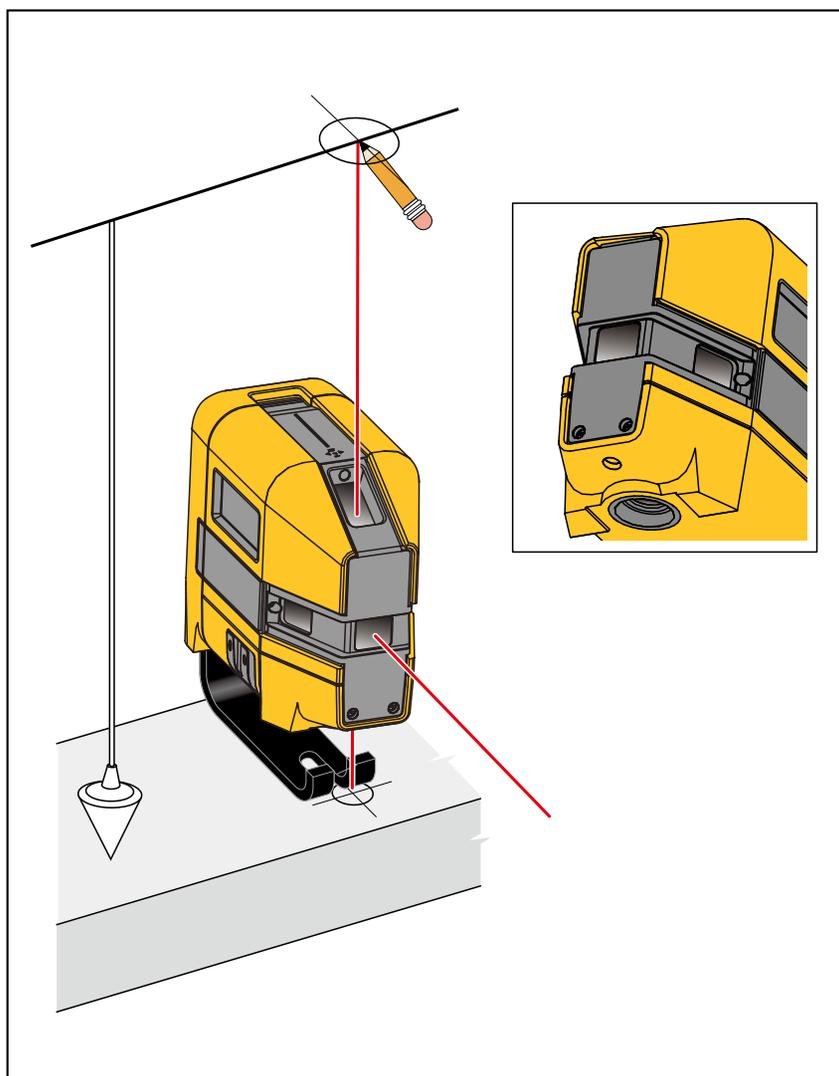

Figura 4. Nuovo contrassegno verticale
2. Centrare il laser verticale verso il basso sulla croce apposta. Vedere la Figura 4.